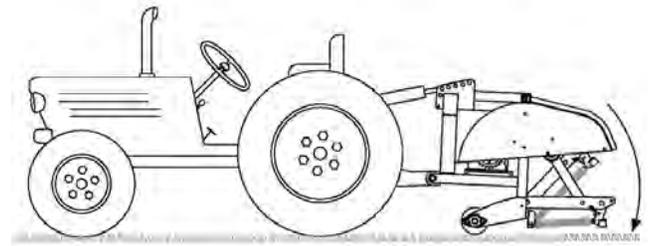

Bild 11
4. Senken Sie den Aerifizierer ab; der Zylinder des hydraulischen Oberlenkers oder des Oberlenkers sollte ganz ausgefahren sein (Bild 11).